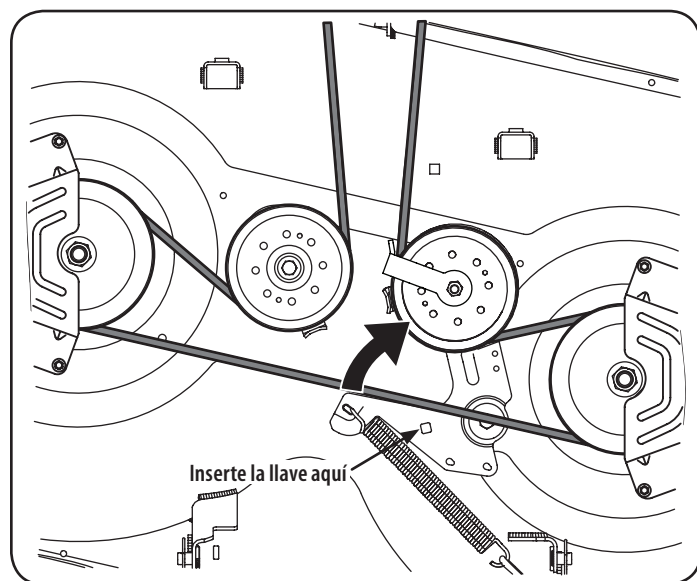

Figura 20
3. Trabajando en el lado derecho del tractor, inserte una llave de trinquete de 3/8", regulada para ajustar, en el orificio cuadrado del soporte intermedio. Vea la Figura 20.
4. Utilice la llave para girar hacia adelante la polea de transmisión de la plataforma. Vea la Figura 20.